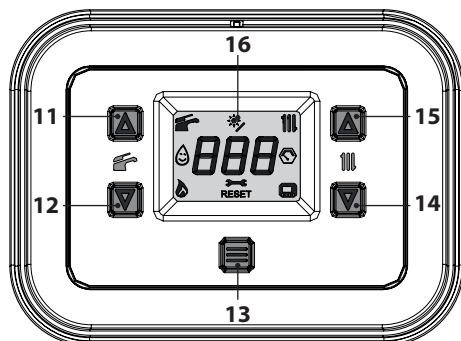
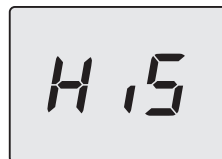
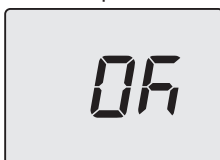

Figura 5.73
Figura 5.74
Figura 5.78
- Entrare in "modalità programmazione" premendo contemporaneamente per 5 secondi i tasti 12 e 14 (Figura 5.73) fino a far apparire sul display LCD le lettere **HiS** che indicano il menu "Storico delle caldaie" (Figura 5.74).
- Premere per 1 sec. il tasto 13 (Figura 5.73) per entrare nel parametro selezionato. Il display visualizzerà quanto segue (Figura 5.77).
- Premendo il tasto 13 (Figura 5.73) si ottiene la conferma del valore inserito. Il display visualizzerà per 5 sec. quanto segue (Figura 5.78) poi, si porterà al livello superiore.
- Premendo contemporaneamente i tasti 12 e 14 (Figura 5.73) si esce senza modificare il valore (ritorno al livello precedente).
- tenere premuti contemporaneamente i tasti 12 e 14 per 5 sec. (Figura 5.73) (ritorno al livello precedente).